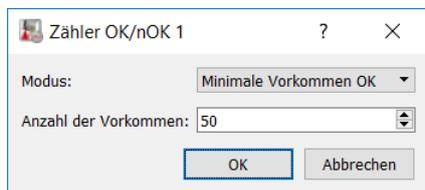

Abb. 6.6: Dialog „Zähler OK/nOK x“
- ➔ Rufen Sie dazu den Dialog „Zähler Digitalausgang x“ auf (siehe Abb. 6.6) in dem Sie den Button „Zähler...“ betätigen (siehe Abb. 6.5).